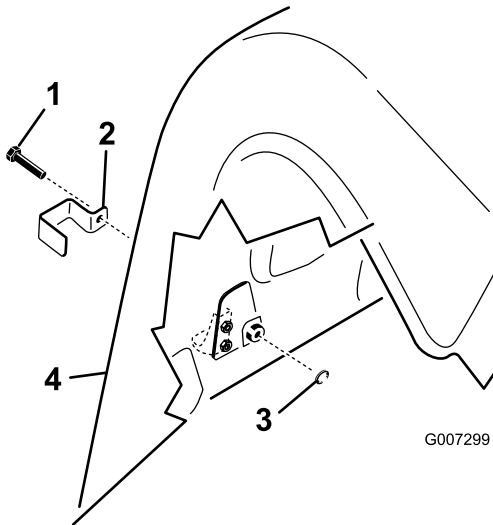

图 18
1. 在 ProCore 864 型号上使用带头螺栓共 4 个将锁定支架安装到左、右后下机罩和上机罩铰锁的上方请参阅图 18。
2. 在 ProCore 1298 型号上使用带头螺栓每个打孔头 3 个共 6 个将锁定支架安装到左、右后盖上的所有后下机罩门锁和外侧上机罩门锁请参阅图 18。
3. 用钳子或可调扳手将内锁定垫圈拧到各个螺栓 12 个螺纹以固定门锁图 18。